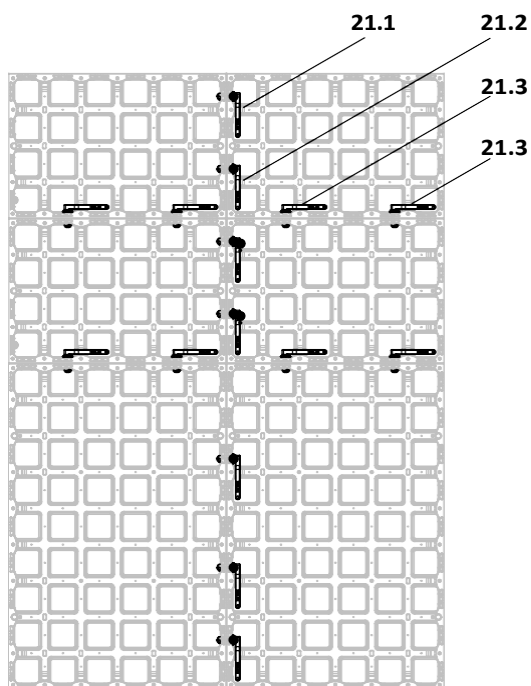

Fig. A3.04
- Съединителят DUO (21.3) във втория свързващ жлеб, броено отвън. (Fig. A3.04)